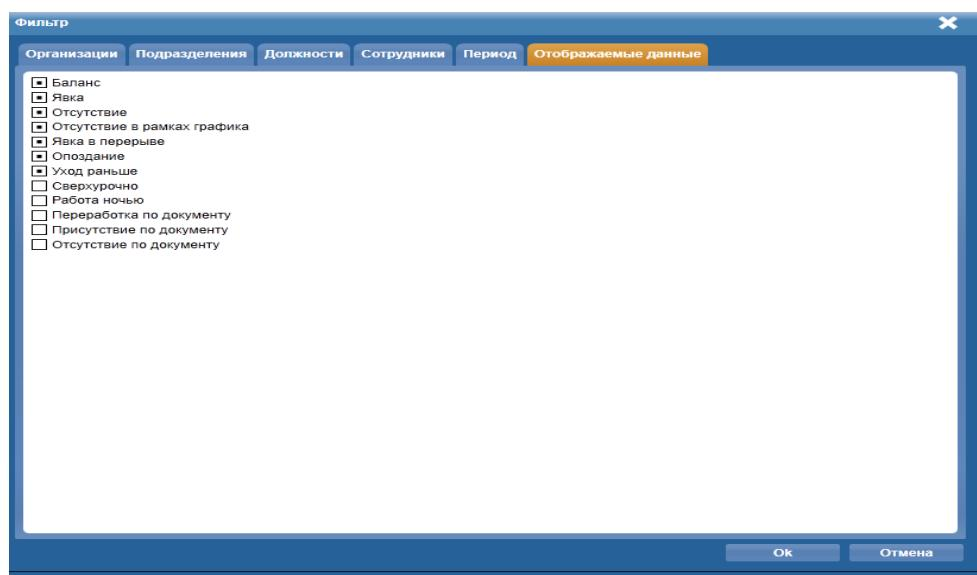

Рисунок 48. Окно **Фильтр** вкладка **Отображаемые данные**
7) На вкладке **Отображаемые данные** (Рис. 48) выбрать типы данных, которые необходимо отобразить в журнале учета рабочего времени. Снятие выделение со всех типов данных приведет к тому, что ни